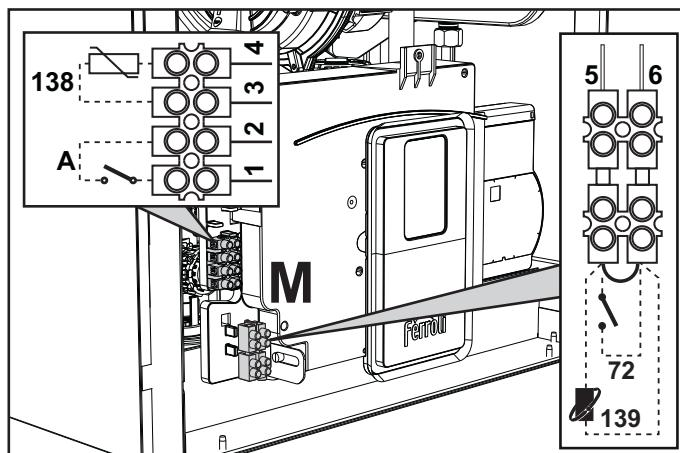
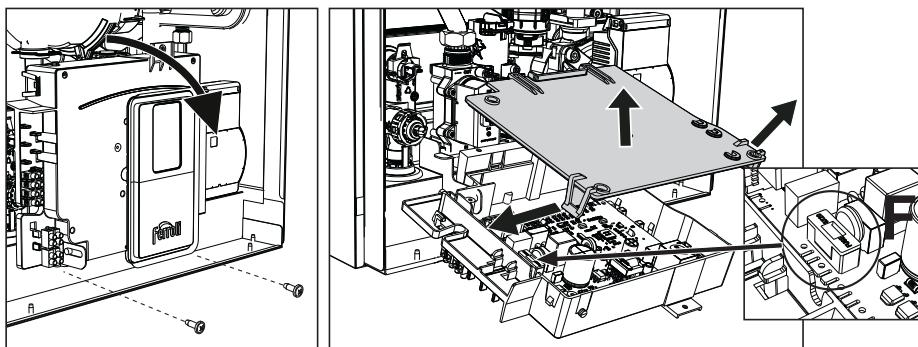

fig. 28
fig. 29
După ce ați scos panoul frontal ( \*\*\* 'Deschiderea panoului frontal' on page 158 \*\*\* ) veți putea avea acces la panoul de borne (M) și la siguranța (F) urmând indicațiile descrise în continuare (fig. 28 și fig. 29). **Bornele indicate în fig. 28 trebuie să aibă contactele curate (nu 230 V).** Dispunerea bornelor pentru diferențele conexiuni este indicată și în diagrama electrică din fig. 67.
**Configurarea întrerupătorului ON/OFF (A fig. 28)**